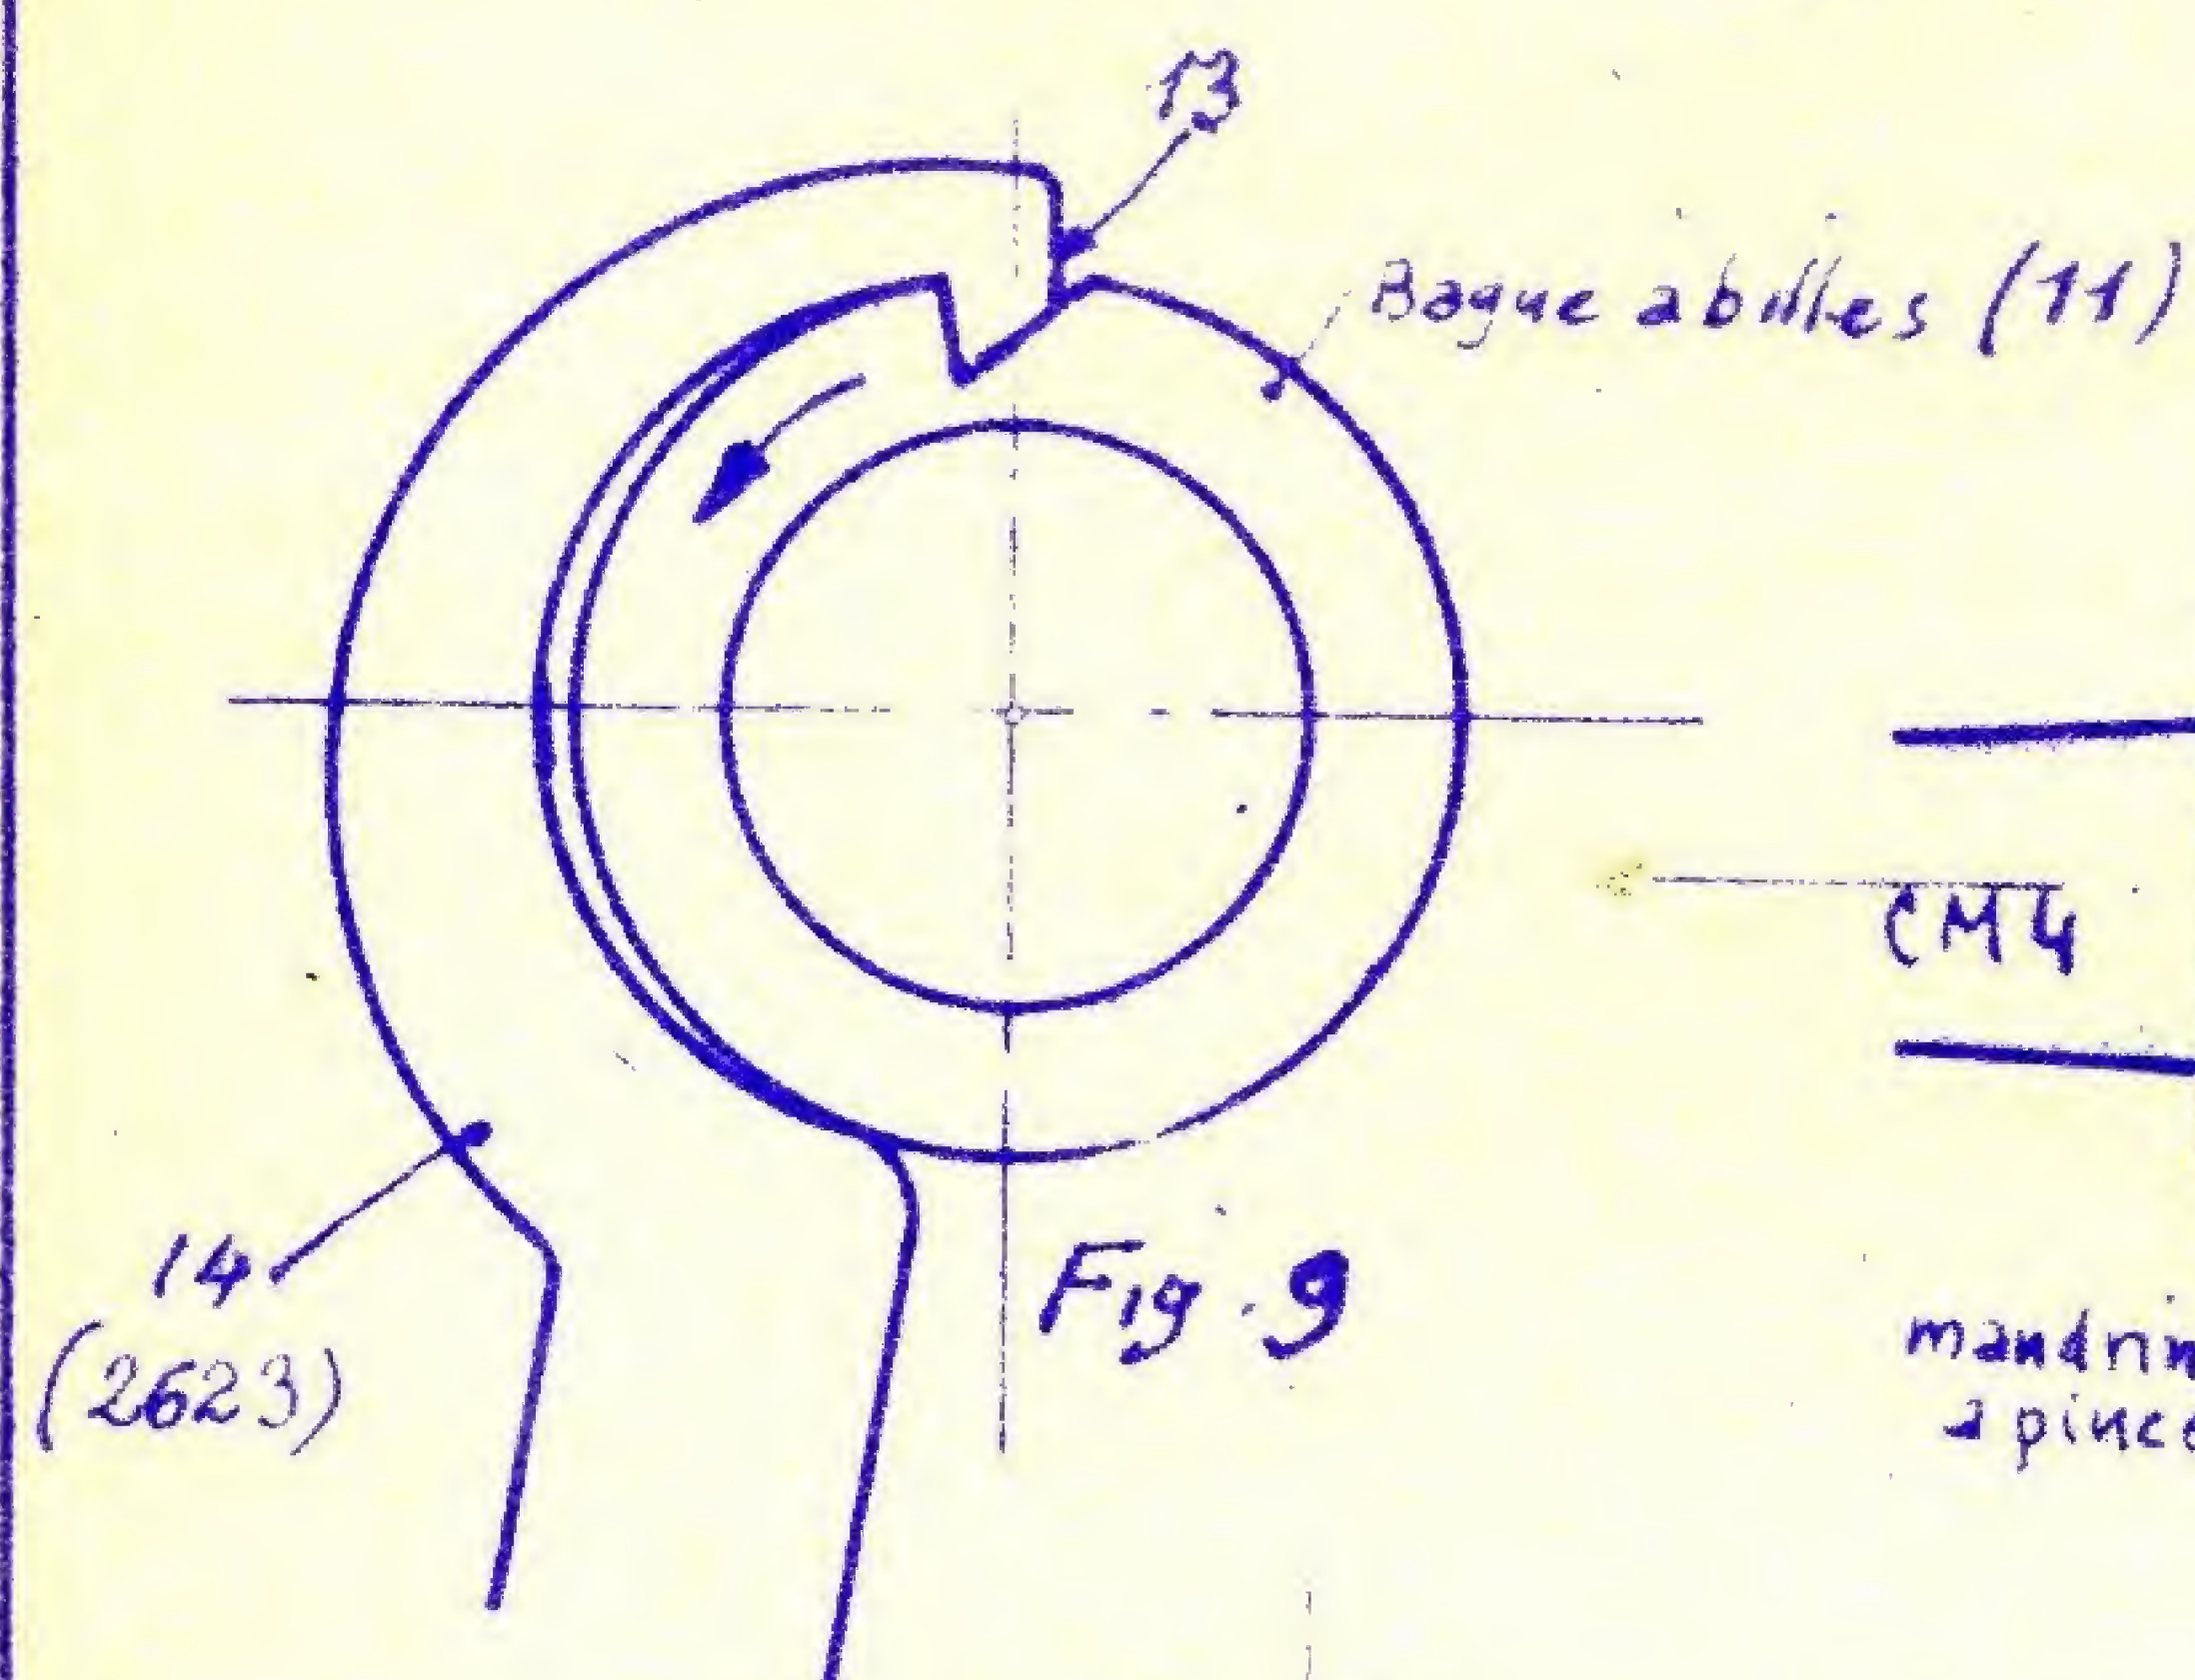

Fig. 9
Grâce aux billes, un simple bloquage manuel suffit. Pour le décollage, la main suffit également ; toutefois, en cas de coincement, le décollage est assuré par un cran (13) fig.9 dans lequel peut s'engager une clé spéciale (14) fournie avec la machine.